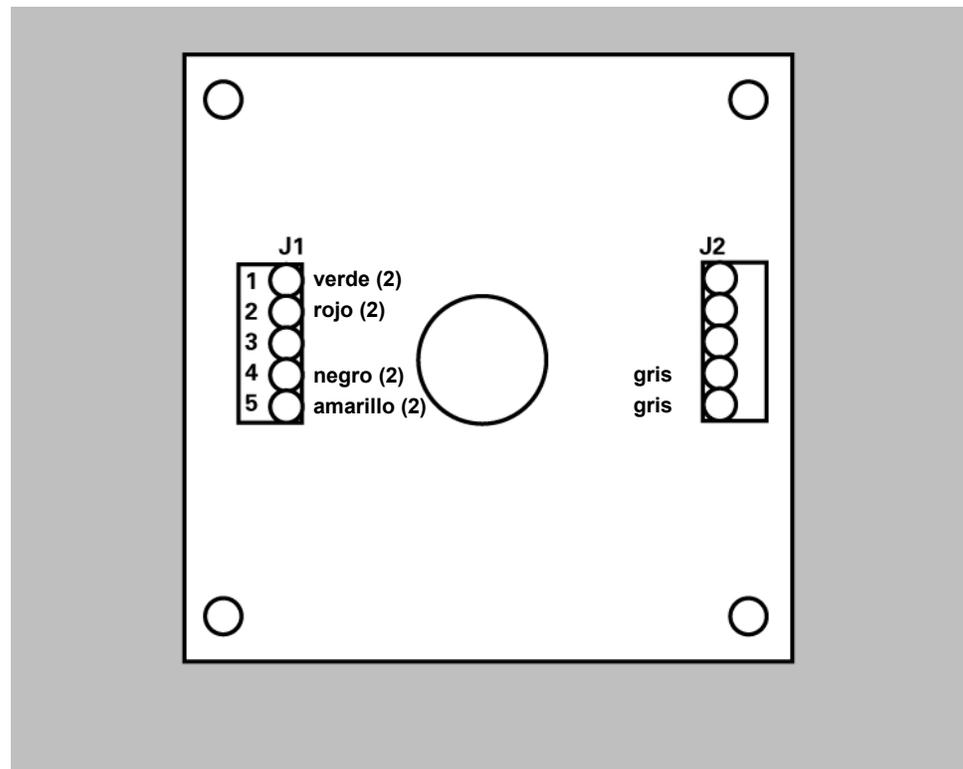
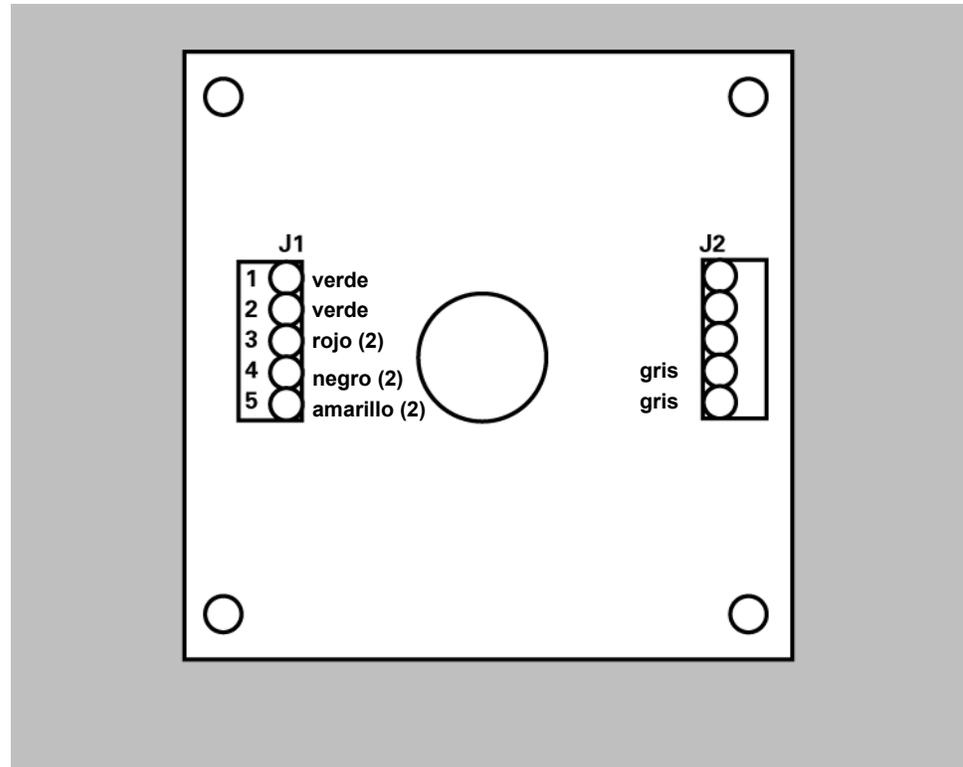

Figura 44
Figura 45
4. Para una conexión en paralelo, conectar los conductores de ambos cables al bloque de terminales J1 de la PCB en el gabinete del interruptor #1 como se muestra en la *Figura 44*. El (2) indica que dos cables verdes estarán unidos en el terminal 1 de J1, etc. Para una conexión en serie, conectar los cables como se muestra en la *Figura 45*.